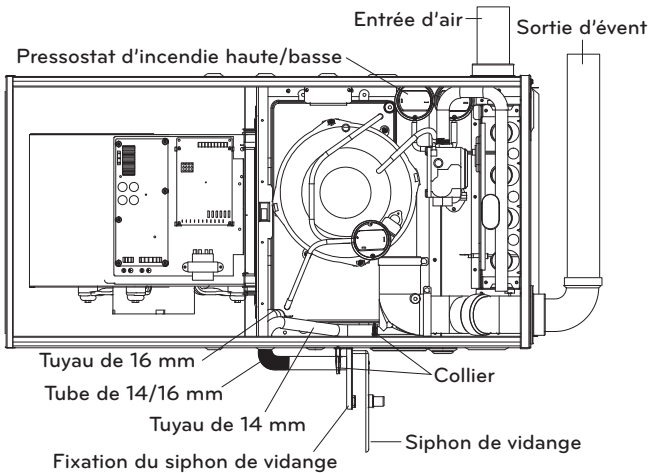

Fig.6-9 Installation horizontale côté droit
- Évacuation de l'air vers la droite et évacuation par le panneau supérieur du four (voir Fig.6-9)